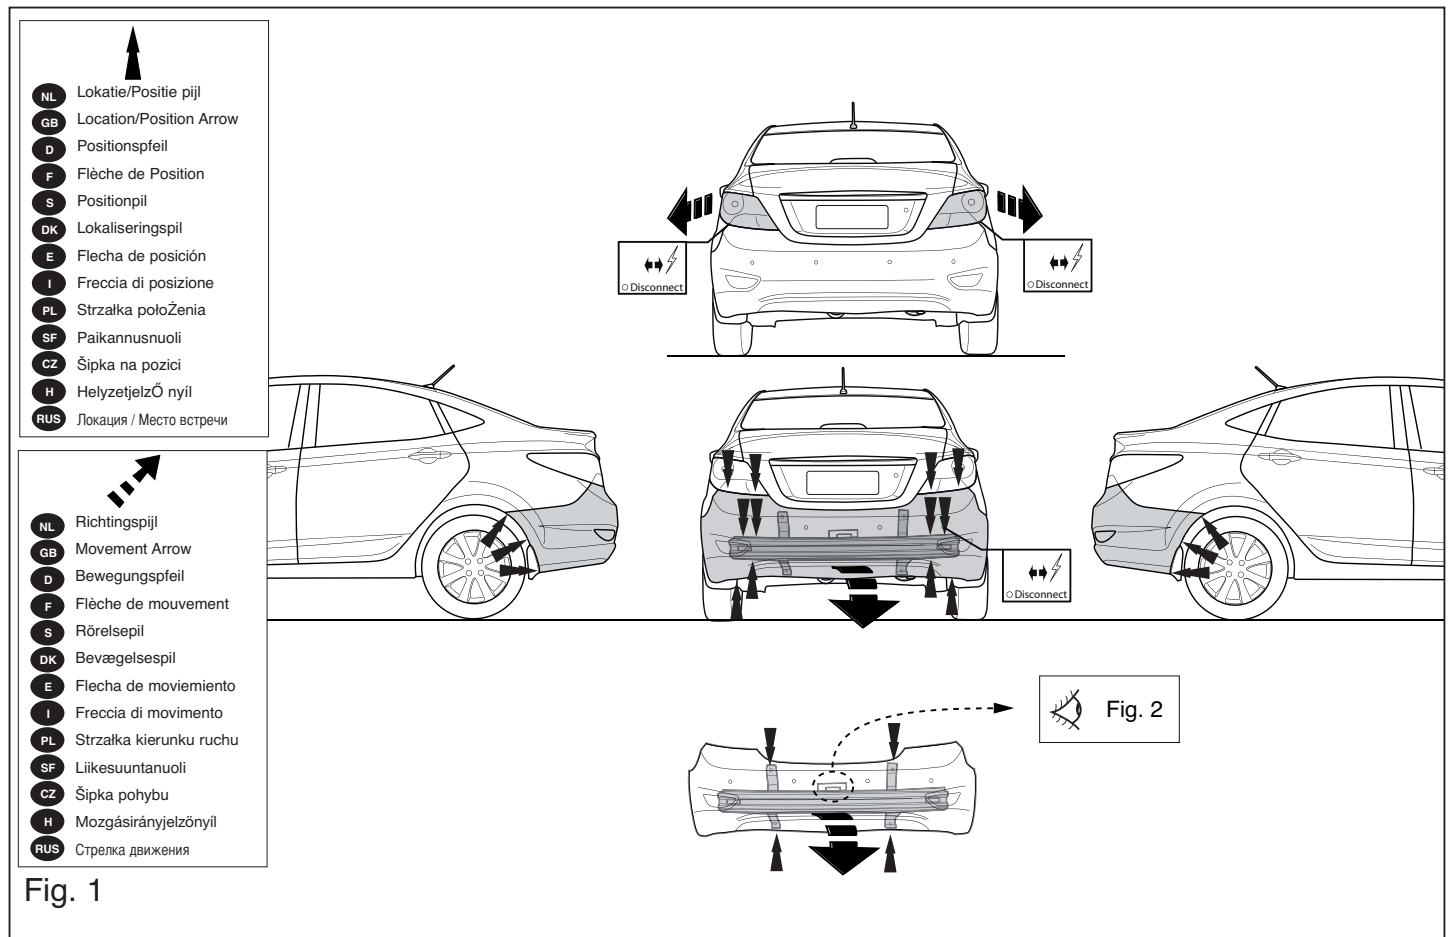

Fig. 1
1. Снять оба блока задних фар. Снять бампер вместе со стальным брызговиком автомобиля; брызговик брыз больше не понадобится. См. рисунок 1.
1. Remove the rear-light units. Remove the bumper and the steel buffer beam from the vehicle. The buffer beam will no longer be needed. See figure 1.
1. Die Rücklichter abmontieren. Die Stoßstange einschließlich des stählernen Stoßbalkens vom Fahrzeug abmontieren. Der Stoßbalken wird nicht mehr benötigt. Siehe Abbildung 1.